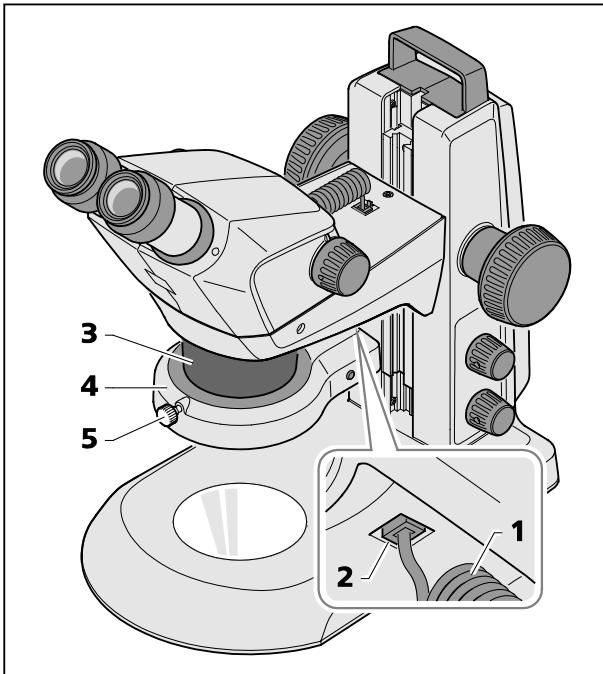
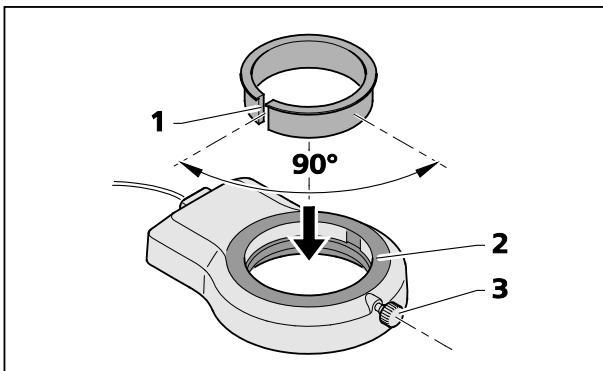

Bild 13 Ringleuchte auf Mikroskopkörper montieren
Bild 14 Ringleuchte auf Vorsatzoptik 3 montieren
- Das Anschlusskabel (Bild 13/1) der Ringleuchte (Bild 13/4) in die untere Buchse (Bild 13/2) des Stemi-Trägers und in die Buchse der Ringleuchte einstecken.
- Die Ringleuchte von unten auf den Mikroskopkörper (Bild 13/3) aufschieben und mit der Rändelschraube (Bild 13/5) fixieren.
- Den mit der Vorsatzoptik gelieferten, geschlitzten Adaptring (Bild 14/1) von oben in die Ringleuchte (Bild 14/2) einlegen.
- Ringleuchte mit Adapter an der Vorsatzoptik hochschieben und mittels Klemmschraube (Bild 14/3) fixieren (analog Bild 13).
Die beste Klemmwirkung wird erzielt, wenn der Schlitz (Bild 14/1) des Adapters um ca. 90° versetzt zur Klemmschraube (Bild 14/3) der Ringleuchte angeordnet wird.